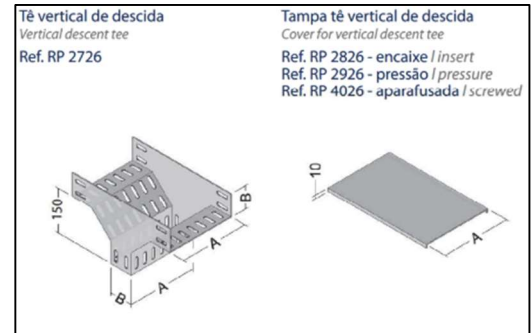

Figura 24: Tê vertical usado no CD-18
- ix. Derivação Tê vertical de descida (para saída do CD – Figura 24);